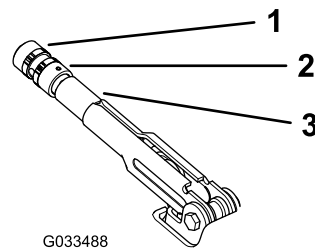

图57
2. 松开将旋钮固定到手刹操纵杆上的固定螺丝（图57）。
3. 旋转旋钮（图57），直至达到拉动手刹操纵杆需要的20~22kg的力。
4. 调整完成后拧紧固定螺丝（图57）。